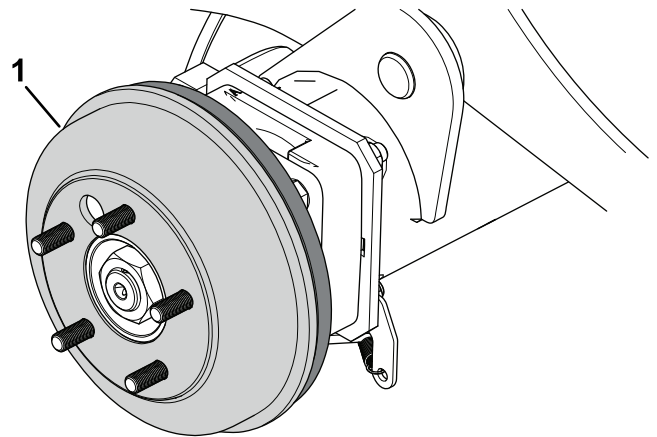

Figure 72
4. Déposez les tambours de frein (Figure 72) à la main.